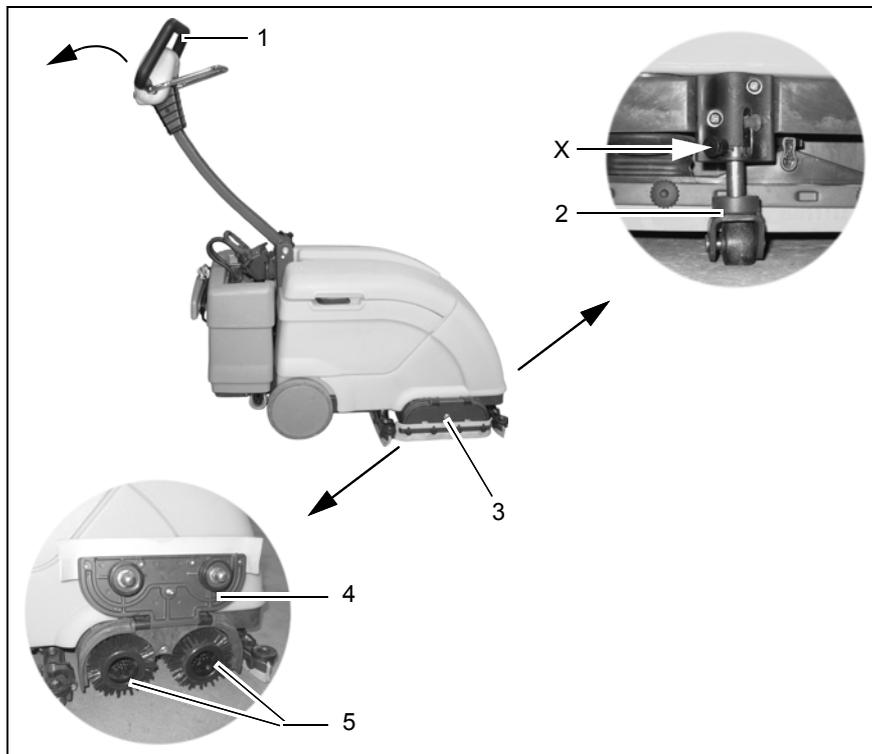

Fig.4
9. Incline o equipamento usando o guiador (Fig. 4/1) até que as rodas de suporte (Fig. 4/2) possam ser colocadas em modo de paragem (X). Baixe a máquina sobre as rodas de suporte.
10. Desaperte o parafuso (Fig. 4/3) com uma moeda e levante a tampa (Fig. 4/4) para cima.
11. Coloque as escovas (Fig. 4/5) fornecidas na cabeça de escovas, feche a tampa e volte a apertar o parafuso.